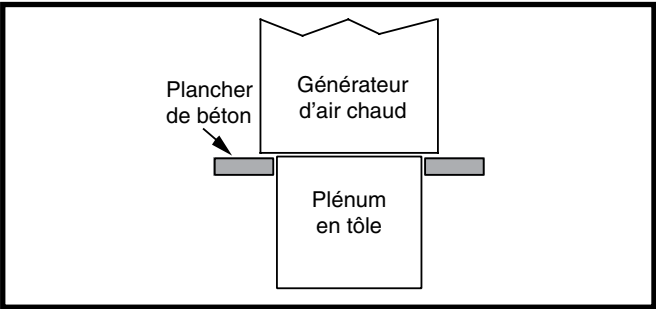

Figure 11. Générateur d'air chaud sur une dalle de béton
- 2. Disposer le plénum et le générateur d'air chaud comme indiqué à la Figure 11.